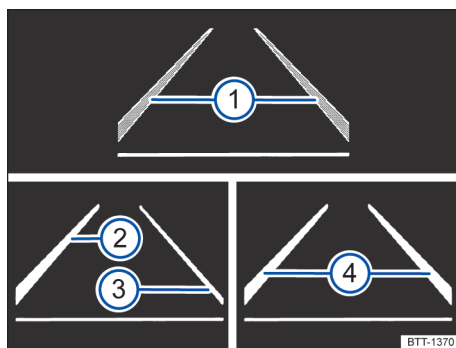

Fig. 150 No display do instrumento combinado: indicadores do display do assistente de permanência na faixa.
Áreas de exibição no display do instrumento combinado Fig. 150:
- O sistema detectou uma linha delimitadora da faixa à esquerda e à direita do veículo Fig. 150 ①.
- O sistema detectou uma linha delimitadora da faixa à esquerda e à direita do veículo Fig. 150.